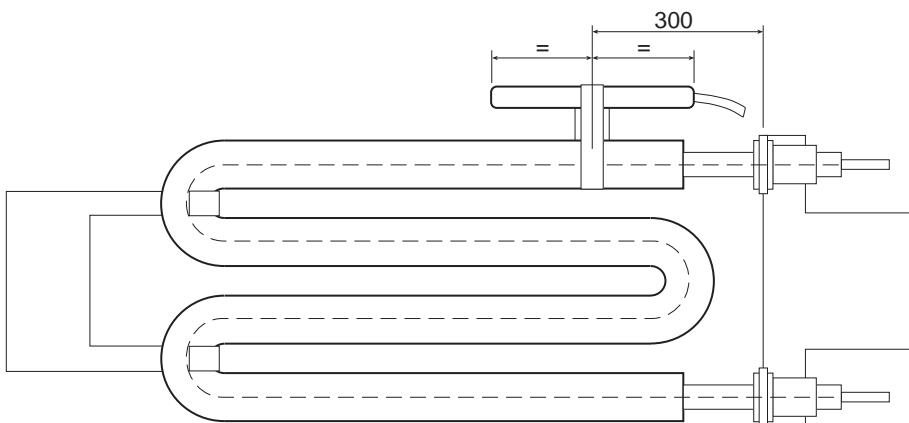
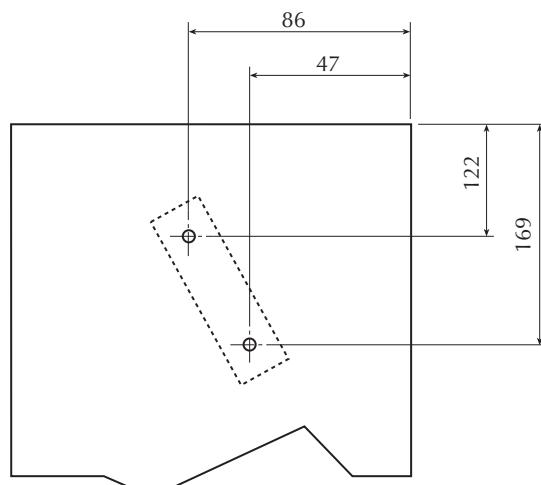

Fig. 1
Fig. 2
- togliere il coperchio scatola elettrica (1) svitando le viti (2);
- togliere il semitranciato dalla fiancata, togliere l'isolamento interno in corrispondenza del foro e montare il passacavo (3);
- fissare la staffa (4) della resistenza alla fiancata destra dell'apparecchio e, dopo averla agganciata alla resistenza, fissare la staffa di supporto (5) alla fiancata opposta, usando le viti a corredo. La posizione di montaggio è indicata in fig. 2. Se non sono presenti i fori, forare il telaio (fori di diametro 5 mm) alle quote riportate in fig. 2;
- passare, uno alla volta, i bulbi dei termostati di sicurezza (6), sopra e dietro la scatola elettrica poi attraverso il passacavo (3);
- fissare i due bulbi alla resistenza nella posizione indicata nella fig. 1. Si utilizzi la fascetta (7), fornita a corredo, interponendo tra la resistenza e i bulbi il distanziale metallico (8). **ATTENZIONE:** il bulbo del termostato a riarmo manuale ed il bulbo del termostato a riarmo automatico devono essere posizionati, rispetto al flusso d'aria, nella sequenza indicata nella fig. 4. Il termostato a riarmo manuale è riconoscibile dalla presenza del pulsante di riarmo posto sotto il lamierino di supporto;
- passare i cavi della resistenza (9) attraverso il passacavo (10) fino ad arrivare ai morsetti di collegamento passando da dietro la scatola elettrica;
- fissare il termostato a riarmo manuale (11) sulla squadretta, montare i cavetti sul termostato e successivamente fissare la squadretta al fondo scatola con le viti in dotazione;
- fissare i cavetti al termostato a riarmo automatico (12);
- montare il pannello di protezione (13) fissandolo con le viti in dotazione;
- riposizionare il coperchio scatola elettrica (1);
- remove the screws (2), then the electrical box cover;
- break the push-out on the side, then the interior insulation around the hole, then fit the cable guide (3);
- fit the resistance bracket (4) to the right side of the unit; connect the resistance, then secure the bracket (5) to the opposite side with the screws supplied (see assembly diagram in fig. 2). If holes have not already been made, drill holes in the housing (diameter 5 mm) at the points shown in fig. 2;
- thread the safety thermostat bulbs (6) one at a time over and behind the electrical box, then through the cable guide (3);
- secure the two bulbs to the resistance (in the positions shown in fig. 1) with the clamp (7) supplied after inserting the metal spacer (8) between the resistance and the thermostat bulbs. **CAUTION:** both the manual reset and automatic reset thermostat bulbs should be positioned in relation to air flow in the sequence indicated in fig. 4. The manual reset thermostat is distinguishable by the reset button under the support plate;
- thread the resistance cables (9) through the cable guide (10) behind the electrical box to the terminals;
- fit the manual reset thermostat (11) to the bracket, connect the wires to the thermostat, then secure the bracket to the bottom of the box with the screws supplied;
- connect the wires to the automatic reset thermostat (12);
- mount the protective panel (13) and secure with the screws supplied;
- reposition the electrical box cover (1);
- retirer le couvercle de la boîte électrique (1) en dévissant les vis (2);
- retirer le disque pré découpé du flanc, retirer l'isolation interne en regard du trou et monter le passe-câble (3);
- fixer le support (4) de la résistance sur le flanc droit de l'appareil et, après l'avoir accroché à la résistance, fixer le support (5) sur le flanc opposé, en utilisant les vis fournies de série. La position de montage est indiquée à la fig. 2. S'il n'y a pas de trous, percer le châssis (trous de 5 mm de diamètre) aux cotes indiquées sur la fig. 2;
- passer un à la fois les bulbes des thermostats de sécurité (6), au-dessus et derrière la boîte électrique puis à travers le passe-câble (3);
- fixer les deux bulbes à la résistance dans la position indiquée à la fig. 1. Utiliser le collier (7), fourni de série, en interposant l'entretoise métallique (8) entre la résistance et les bulbes. **ATTENTION:** le bulbe du thermostat à réarmement manuel et le bulbe du thermostat à réarmement automatique doivent être positionnés, par rapport au flux d'air, selon la séquence indiquée à la fig. 4. Le thermostat à réarmement manuel se reconnaît à la présence du bouton de réarmement situé sous la petite tôle de support;
- passer les câbles de la résistance (9) à travers le passe-câble (10) jusqu'à arriver aux bornes de raccordement en passant derrière la boîte électrique;
- fixer le thermostat à réarmement manuel (11) sur l'équerre, monter les petits câbles sur le thermostat puis fixer l'équerre au fond de la boîte avec les vis fournies de série;
- fixer les petits câbles sur le thermostat à réarmement automatique (12);
- monter le panneau de protection (13) en le fixant avec les vis de série;
- remettre le couvercle de la boîte électrique (1);